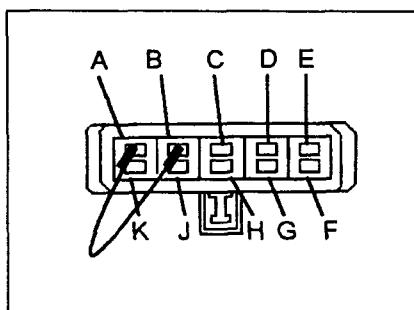

Рис. 35.3. 10-штырьковый диагностический разъем – для извлечения "мигающих" кодов соедините перемычкой клеммы А и В. Наблюдайте за сигнальной лампочкой
- 1 Соедините перемычкой гнезда А и В диагностического разъема (см. рис. 35.3).